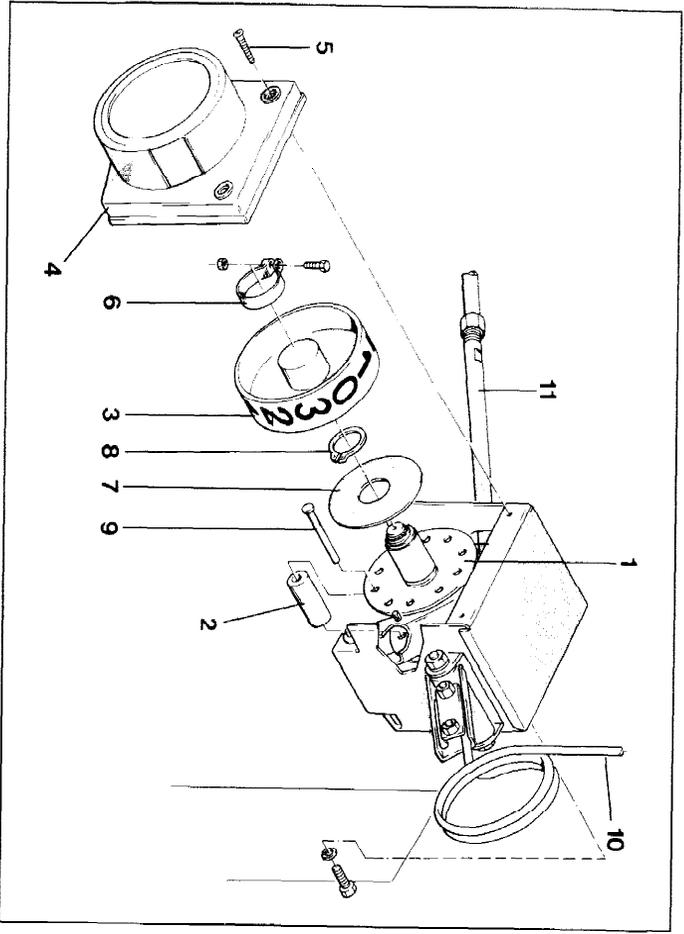

Fig. 93
Zum Umrüsten des Schaltkastens sind lediglich die Schaltrollen (Fig. 93/2) umzustecken bzw. zu ergänzen. Dies ist auch bei angebautem Schaltkasten an der Drillmaschine möglich.
- Schutzdeckel (Fig. 93/4) nach dem Lösen der zwei Blechschrauben (Fig. 93/5) abnehmen.
- Schelle (Fig. 93/6) lösen und zusammen mit dem Anzeigerad (Fig. 93/3) abziehen.
- Die Sicherungsscheibe (Fig. 93/7) ist nach dem Entfernen des Sicherungsringes 24 x 1,2 (Fig. 93/8) abzunehmen.
- Die freiliegenden Schaltrollen (Fig. 93/2) lassen sich nun, nach dem Herausziehen der Bolzen (Fig. 93/9), anhand der Fig. 94 umsetzen.
- Sicherungsscheibe (Fig. 93/7) und Sicherungsring (Fig. 93/8) montieren.
- Anzeigerad (Fig. 93/3) mit neuem Kontrollstreifen (Fig. 94) versehen und auf dem Teilungsrad mit Hilfe der Schelle (Fig. 93/6) vorerst locker befestigen.
- Schaltkasten an der Bedienungsfeder (Fig. 93/10) durchschalten, bis das Klemmrohr (Fig. 93/11) von einer Schaltrolle (Fig. 93/2) angezogen und gehalten wird. Der Schutzdeckel (Fig. 93/4) wird an den Schaltkasten gehalten und das Anzeigerad (Fig. 93/3) so weit verdreht, bis die Zahl "0" am Fenster des Schutzdeckels zu sehen ist.
- Anzeigerad (Fig. 93/3) mit der Schelle (Fig. 93/6) festklemmen und den Schutzdeckel (Fig. 93/4) montieren.
- Schaltkasten an der Bedienungsfeder (Fig. 93/10) durchschalten, bis sich das Anzeigerad (Fig. 93/3) mindestens dreimal vollständig gedreht hat und überprüfen, ob der Schaltkasten ordnungsgemäß arbeitet, d.h. in jeder "0"-Stellung das Klemmrohr (Fig. 93/11) anzieht.